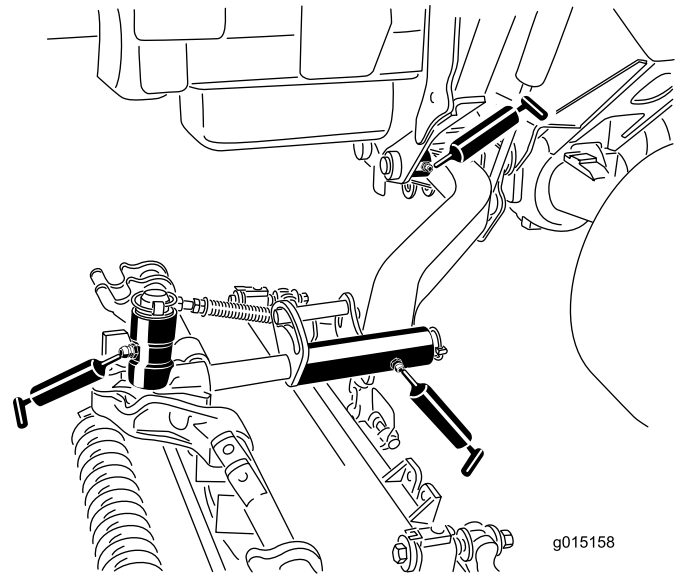

Bild 83
- Hubarm-Drehbüchsen (1 pro Schneideinheit) (Bild 83)
- Schneideinheit-Trägerrahmen (2 pro Schneideinheit) (Bild 83)
- Schneideinheit-Hubarmgelenk (1 pro Schneideinheit) (Bild 83)